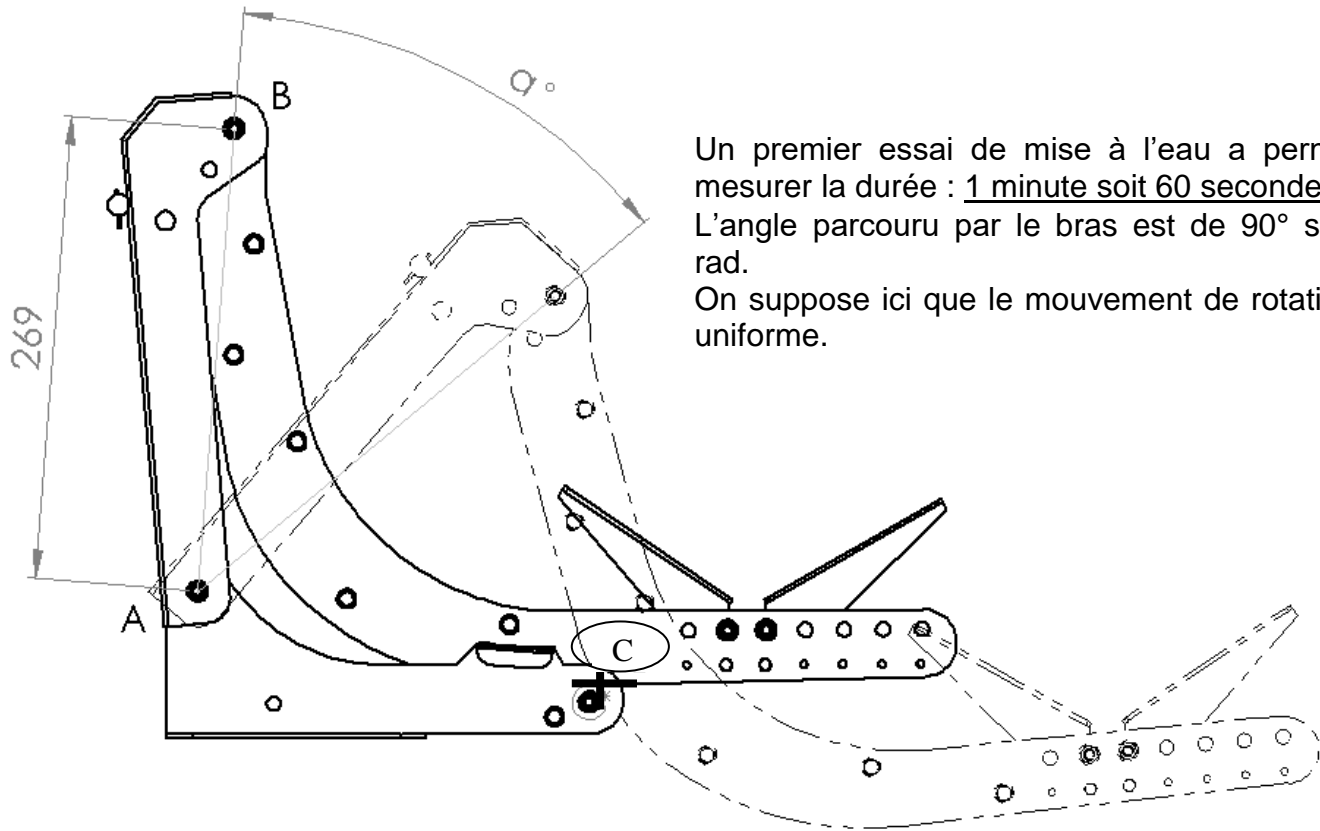

Figure 1
7.1 - Sachant que le contact entre le galet **rep.6** et le bras support de **jet rep.10** est du type cylindre/plan, tracer la normale au contact (support de la force C6/10) sur la figure 1 ci-dessous :